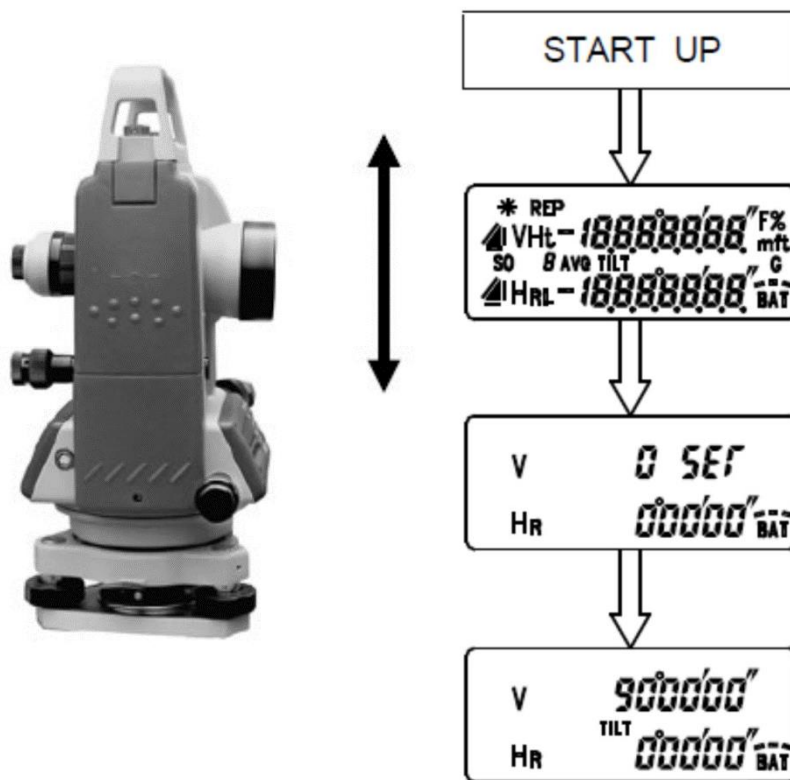

Рис. 3.7 – Індикація на дисплеї кутових відліків
– увімкніть живлення, у результаті протягом двох секунд на дисплеї висвітляться усі символи, після чого необхідно нахилити трубу у обидва боки для встановлення чіткого індексу вертикального круга (рис. 3.7);